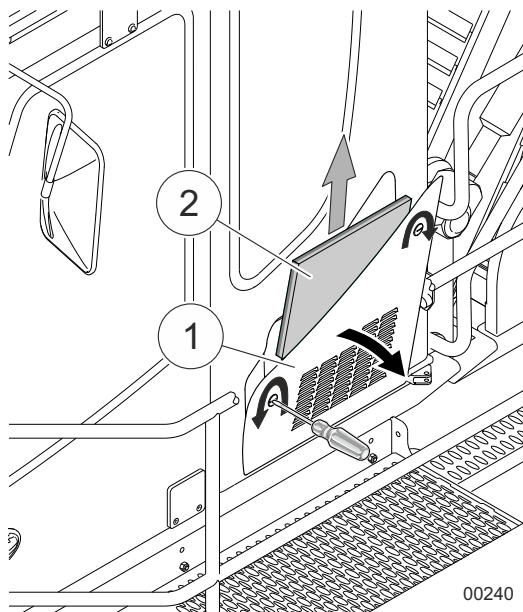

Fig. 40 Filtro de ar fresco
1	Abra os fechamentos da tampa (1) na Fig. 40 com uma chave de fenda. <ul style="list-style-type: none"> <li>– Gire o fecho frontal para a esquerda para abri-lo.</li> <li>– Gire o fecho traseiro para a direita para abri-lo.</li> </ul>
3	Puxe o elemento do filtro (2) na Fig. 40 para cima e para fora.